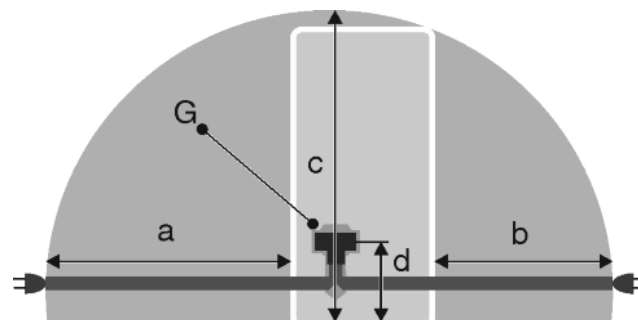

Fig. 22
- Gniazdo znajduje się poza tylną częścią urządzenia w podanym obszarze *Fig. 22 (a, b, c)*.
- ▶ Wtyczkę urządzenia *Fig. 22 (G)* podłączyć z tyłu urządzenia. Zwrócić uwagę na prawidłowe załączenie.